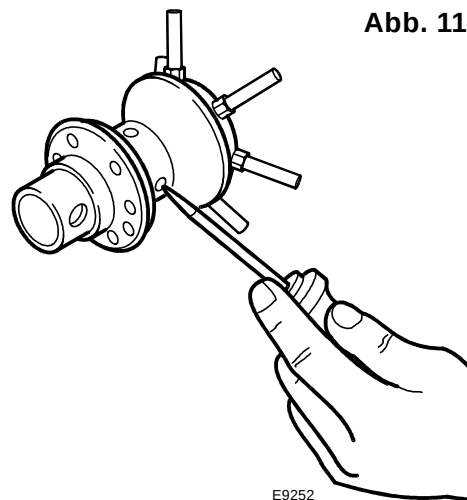

Abb. 11
- In regelmäßigen Abständen die Löcher am Gasverteiler auf Verstopfungen überprüfen und gegebenenfalls mit einem geeigneten Werkzeug reinigen, wie auf der Abbildung 11 gezeigt.